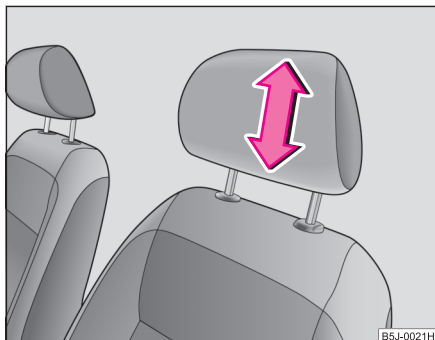

Fig. 50 Reglarea tetierei
- Cuprindeți tetiera cu ambele mâini de părțile laterale și împingeți în sensul tijelor de ghidare din metal, săgeata ⇒ fig. 50 în sus sau în jos.